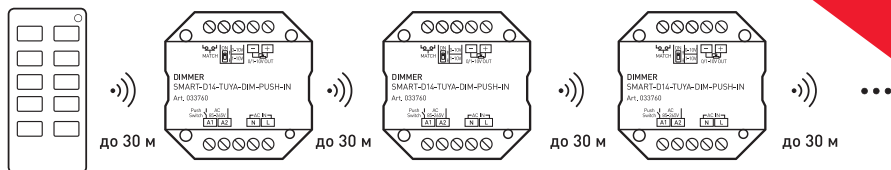

Рисунок 3. Ретрансляция сигнала от пульта ДУ (до 30 м на открытом пространстве)
- 3.12. Все диммеры автоматически ретранслируют сигнал от пульта ДУ или панели управления (рисунок 3). Расстояние между диммерами на открытом пространстве может достигать 30 м.